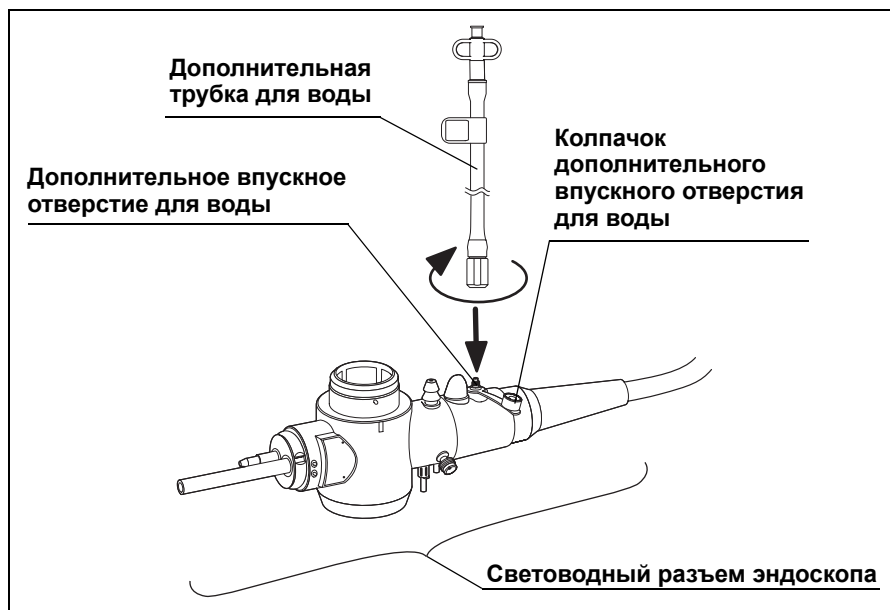

Рис. 3.19
11. Откройте колпачок дополнительного впускного отверстия для воды (см. Рис. 3.19).
12. Подключите дополнительную трубку для воды к дополнительному впускному отверстию для воды на световодном разъеме эндоскопа и поверните ее по часовой стрелке до упора (см. Рис. 3.19).